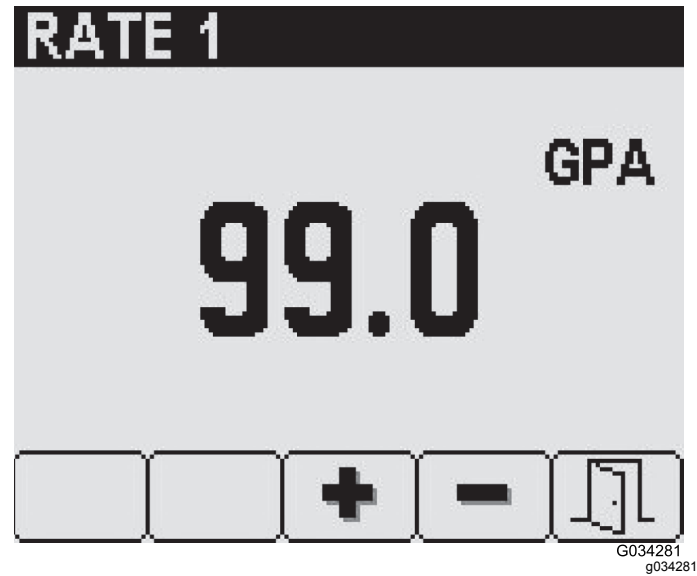

Figura 18
- 3. En la pantalla del caudal seleccionado, utilice los botones 3 y 4 para establecer el caudal que desee (Figura 18).